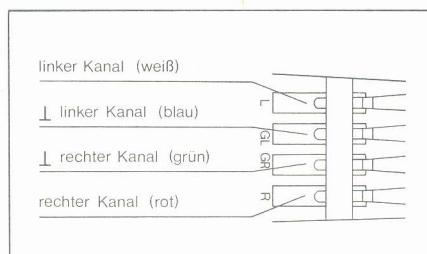

Fig. 15
3. Die Anschlüsse am Systemträger sind gekennzeichnet, die Anschlußlitsen sind farbig (Fig. 15). Verbinden Sie die Anschlußlitsen des Systemträgers mit den entsprechenden Anschlußstiften des Tonabnehmersystems.